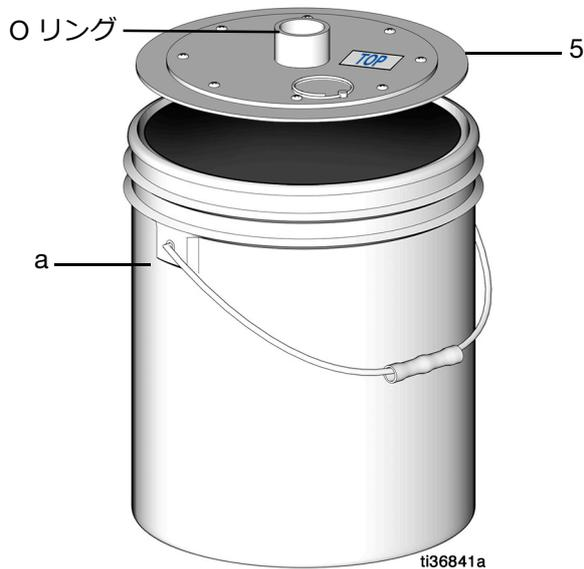

図 5
3. グリースの上部で上部が上になるように (ラベルが上を向くように) 従動プレート (5) を配置してください (図 5)。
4. 従動プレートの中心にある O-リングにグリースを塗ってください (図 5)。
5. 従動プレートをグリースの中に入るようにしっかりと押し、すべてのエアポケットを取り除いてください (図 5)。